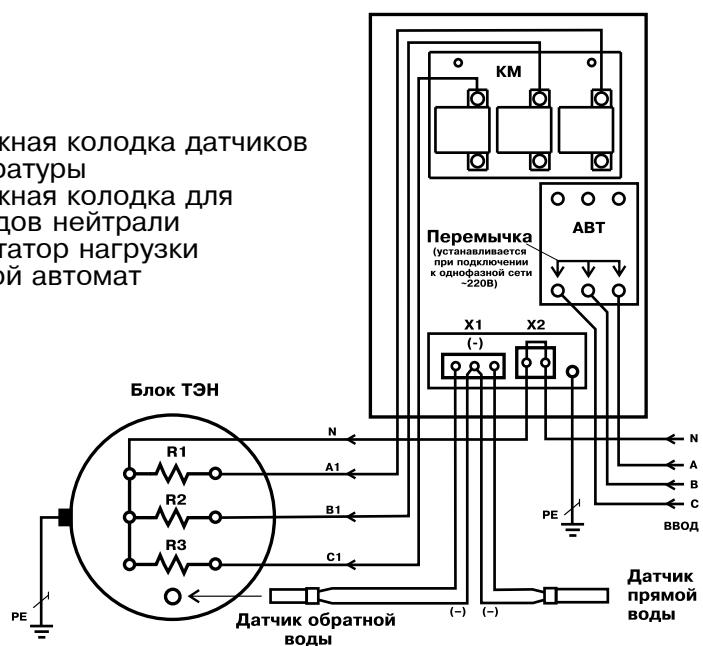

Рис.3 Схема подключения панели управления
6.10. Подключить панель к питающей сети кабелем соответствующего сечения исходя из номинальной мощности ТЭНБ согласно схеме подключений Рис.3. Если используется одножильный медный провод, то необходимо тщательно зачистить присоединяемые концы. При использовании многожильного кабеля его концы необходимо тщательно зачистить и обжать наконечниками. Во избежание искрения, места присоединения проводов необходимо тщательно затягивать. Ввод кабелей и проводов осуществляется с учетом сохранения степени защиты панели. При подключении панели к однофазной сети переменного тока необходимо соединить вместе клеммы А, В, С вводного автомата и подключить их к фазному проводу питающей сети. Нулевой провод питающей сети подключается согласно схеме Рис.3.
6.11. Подключить датчик прямой и обратной воды к монтажной колодке X1 в соответствии со схемой Рис.3, обращая особое внимание на полярность датчиков. Провода помеченные знаком (-) подключаются на среднюю клемму колодки X1.
6.12. Подключить силовой кабель от ТЭНБ согласно схеме подключений Рис.3.
6.13. Выполнить заземление (защитное зануление) корпуса панели и ТЭНБ в соответствии со схемой подключений Рис.3 .